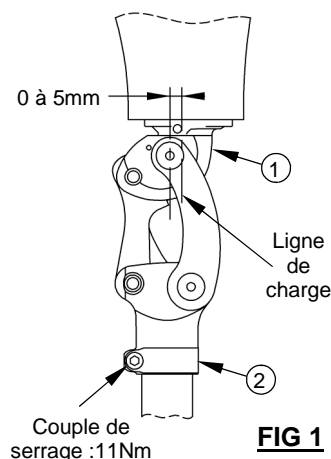

FIG 1
B) CONNEXIONS (Fig.1)
C) ALIGNEMENT (Fig.1)